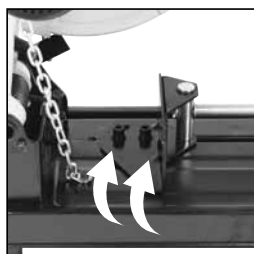

FIG. 7
- Draai de twee (2) M10 inbuskopschroeven (**Fig. 7**) los